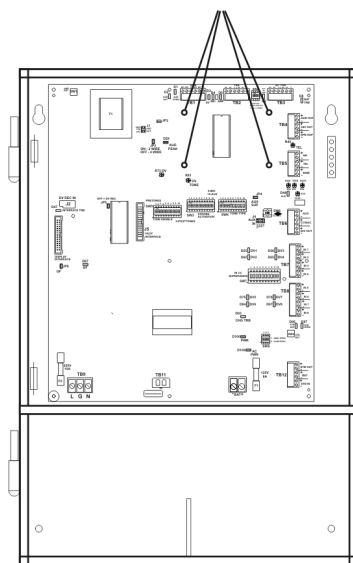

Рис.5
В панель Omega SP40/2 (Omega SP-80) возможно установить только один разветвитель SP4-APS. Разветвитель крепится над материнской платой в правом верхнем углу. На Рис.5 показано место для установки разветвителя SP4-Z-A/B внутри панели Omega SP40/2 (Omega SP80S).
На Рис.5 показано место внутри корпуса панели Omega SP40/2 (Omega SP-80), предназначенное для установки разветвителя SP4-APS. Для монтажа разветвителя выполните следующие действия:
- С одной стороны стойки имеют внешнюю резьбу, с другой - внутреннюю. Аккуратно вкрутите стойки стороной с внешней резьбой в отверстия монтажных втулок указанных на рис.5.